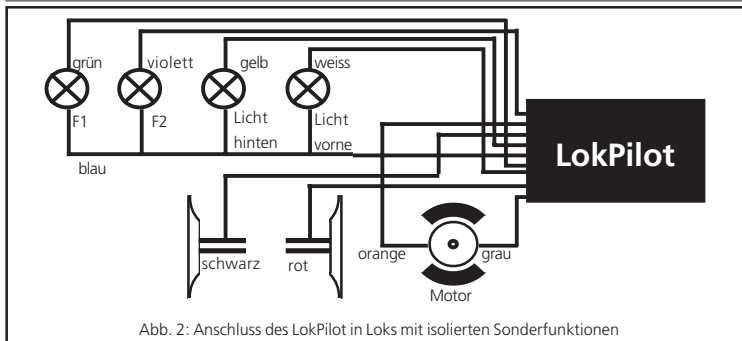

Abb. 2: Anschluss des LokPilot in Loks mit isolierten Sonderfunktionen
- Die Lampen / Funktionen sind mit Ihrem gemeinsamen Anschluss gegenüber dem Lokgehäuse isoliert (also potentialfrei). Der dann nötige Anschluss wird in Abb. 2 dargestellt.
Im anderen Fall (Siehe Abb. 2) müssen Sie alle übrigen Anschlüsse aller Birnchen und Funktionen gemeinsam an das blaue Kabel anschließen. Dieses darf keinen Kontakt mit dem Lokchassis haben!
Verwenden Sie bei Loks, die nach Abb. 2 verschaltet werden, ausschließlich digitale Rauchgeneratoren, z.B. Seuteh Nr. 11.